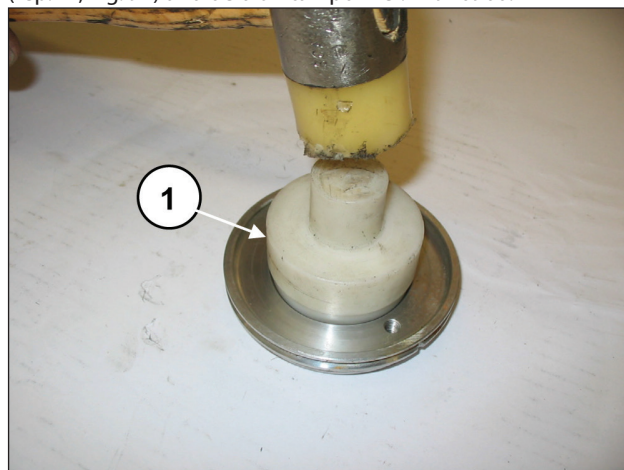

Fig. 94
Monter le joint d'étanchéité radial sur le couvre-joint SPI (rep. ①, Fig. 94) à l'aide d'un tampon réf. 27910900.